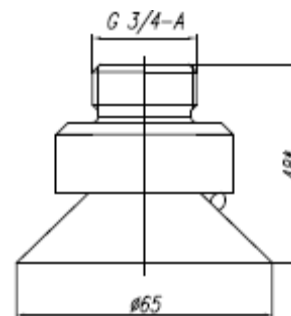
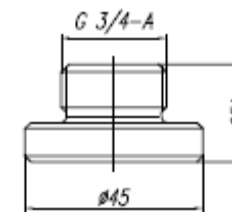

Рис. 2. Распылитель
Рис. 3. Распылитель
6.2. Рекомендуются к применению схемы установки распылителей, обеспечивающие различную конфигурацию распыла порошка и зон тушения. В случае защиты одного объекта несколькими модулями их распылители должны быть размещены равномерно, с учетом перекрытия зонами распыла огнетушащего порошка всей защищаемой площади объекта. Максимальная высота расположения распылителей не должна превышать 6 метров. Типы распылителей указаны на рис.2 и рис.3.